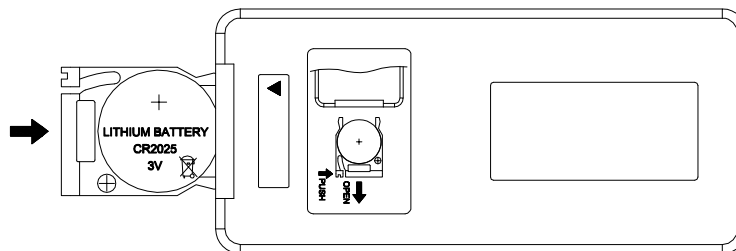

Figura 3
3. Inserte la batería con el lado que parece un botón hacia el soporte. Compruebe que la batería quede firmemente asentada. (Figura 3)